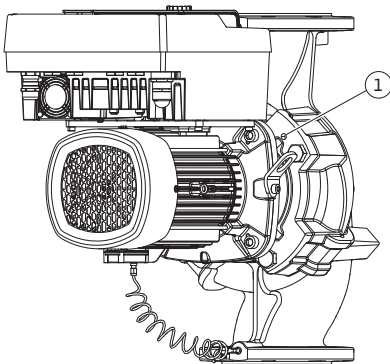

Fig. 14: Apăsarea ansamblului motor cu rotor hidraulic prin găurile filetate (în funcție de tipul pompei)
- Slăbiți ansamblul motor cu rotor hidraulic (vezi Fig. 5) de pe carcasa pompei. În funcție de tipul pompei (vezi Fig. I ... III), există diferite proceduri. Slăbiți șuruburile poz. 29 la tipul pompei respective Fig. I. Scoateți ansamblul motor cu rotor hidraulic de pe carcasa pompei. La tipul pompei Fig. II și Fig. III utilizați cele două găuri filetate (Fig. 14, poz. 1). Folosiți șuruburi adecvate puse la dispoziție de client (de ex. M10 x 25 mm).
5. Împingeți ansamblul motor cu rotor hidraulic (a se vedea Fig. 5) din carcasa pompei. Utilizați pentru aceasta cele două găuri filetate (a se vedea Fig. 14). Pentru a slăbi fixarea, înșurubați șuruburile M10 de lungime adecvată în găurile filetate.